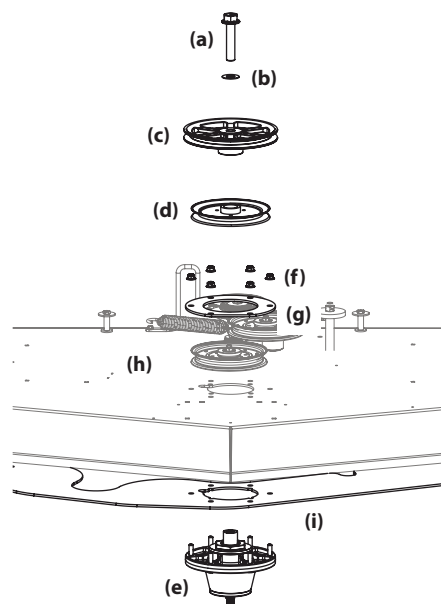

Figure 4-24
8. Retirez le boulon hexagonal (a) et la rondelle plate (b) qui fixent la poulie d'entraînement (c) et la poulie de fusée centrale (d) à la fusée (e). Voir Figure 4-24.
9. Retirez les 6 écrous autobloquants à bride (f) qui retiennent la poulie de fusée centrale (d), la fusée (e) et les plaques de support (g) au boîtier du plateau de coupe (h). Voir Figure 4-24.